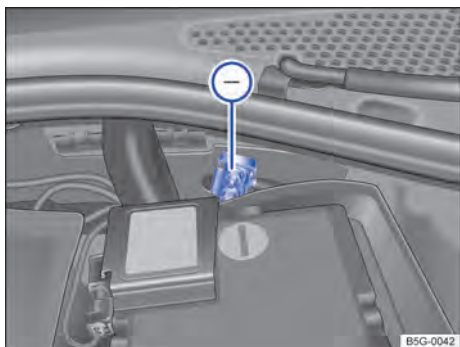

Fig. 226 En el vano motor: toma para la ayuda de arranque (terminal de masa).
- La toma para la ayuda de arranque (terminal de masa) sirve para conectar el cable de arranque negro → fig. 226.